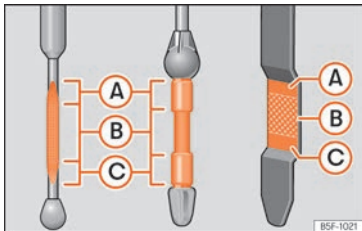

Abb. 199 Ölmesstab
»» **Abb. 199.** Füllen Sie gegebenenfalls Motoröl nach.
- Wenn der Ölstand mindestens den Bereich »» Abb. 199 (B) erreicht hat, vorsichtig den Deckel des Einfüllstutzens aufschrauben »» ①.
① VORSICHT
Liegt der Ölstand über dem Bereich »» Abb. 199 (A), starten Sie den Motor bitte nicht. Dies könnte zu einer Beschädigung des Motors und des Katalysators führen. Wenden Sie sich an einen Fachbetrieb.
Der Ölstand darf keinesfalls über dem Bereich »» Abb. 199 (A) stehen, andernfalls könnte Öl über die Entlüftung der Motorölwanne angesaugt werden und über die Abgasanlage in die Atmosphäre gelangen.